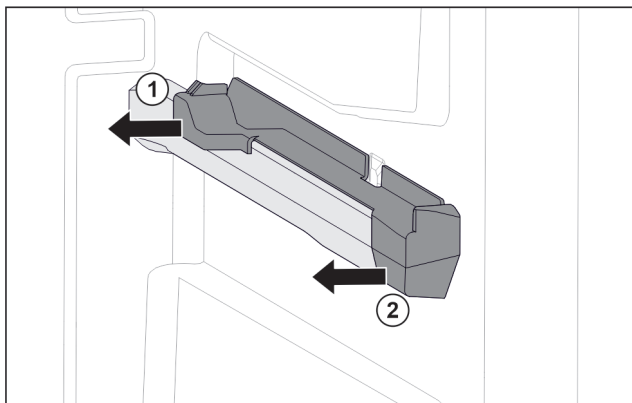

Fig. 103 Aufsteckteil auf der rechten Behälterrippe
- Aufsteckteil hinten zur Seite abziehen. Fig. 103 (1)
- Aufsteckteil vorne zur Seite abziehen. Fig. 103 (2)